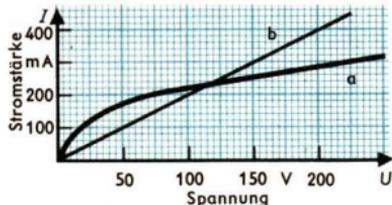

Bild 97/4
- Für eine Glühlampe und für eine Spule wurden experimentell die im Bild 97/4 dargestellten Graphen ermittelt.